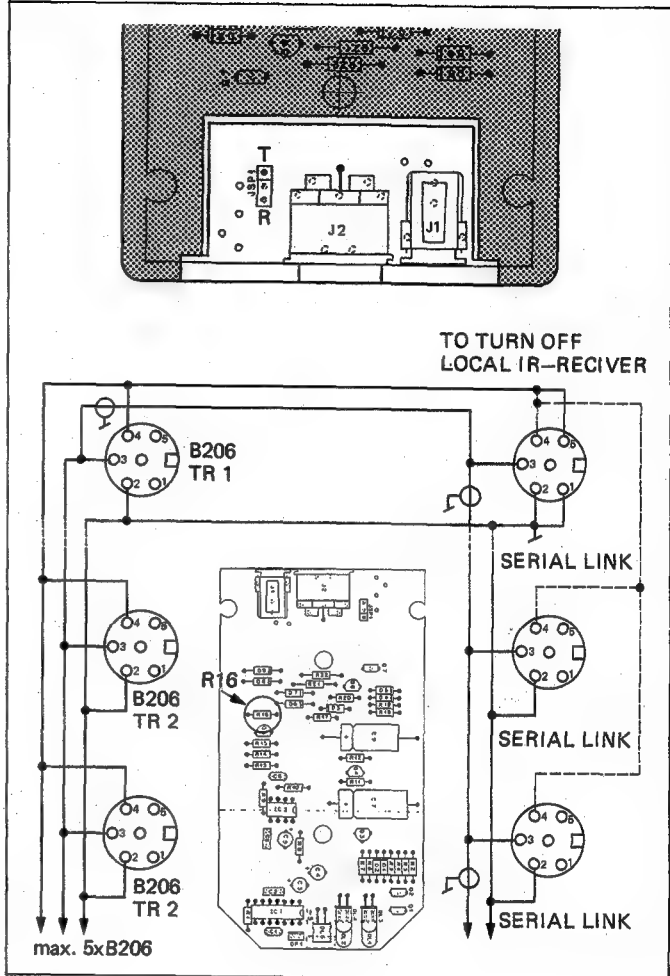

Fig. 4.1
2. DIN-Stecker für den B206-Transceiver und die SERIAL LINK-Buchse nach Fig. 4.1 verdrahten.
* Bei allen Geräten mit SERIAL LINK kann der geräteinterne IR-Empfänger ausgeschaltet werden. (Im Stecker Pin4 mit Pin5, sowie Pin1 mit Pin2 verbinden. Vorsicht bei parallel geschalteten Geräten: siehe Fig. 4.1).